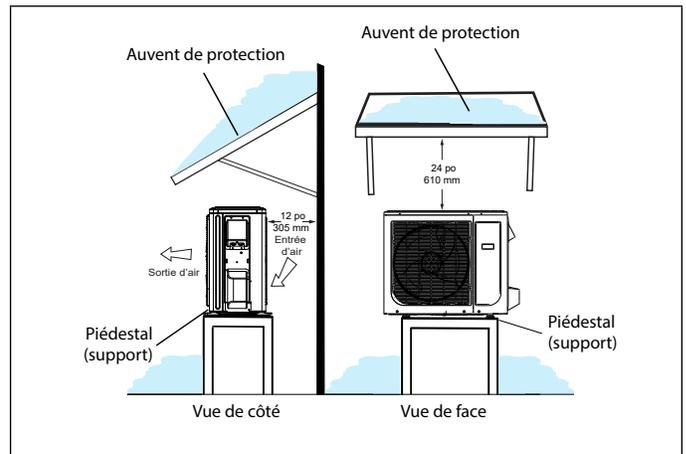
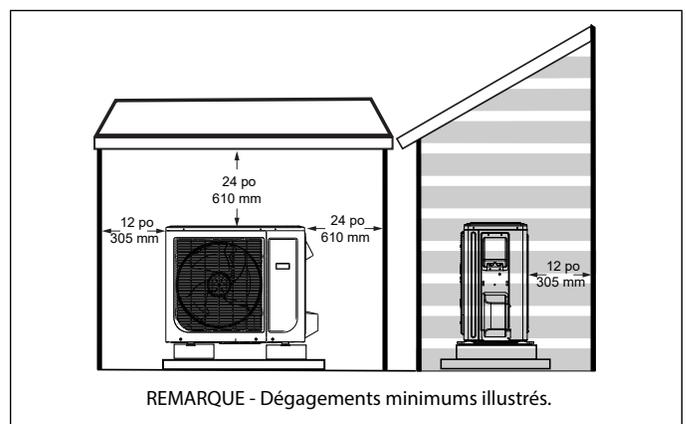

Figure 9. Unité extérieure sur piédestal et sous auvent de protection
Figure 14. Abri de style niche à chien
- Si l'unité extérieure peut être exposée de manière prolongée aux rayons directs du soleil et atteindre des températures dépassant 100 °F (38 °C), il est suggéré de construire un auvent comme illustré à la « Figure 9. Unité extérieure sur piédestal et sous auvent de protection » ou à la « Figure 14. Abri de style niche à chien » à la page 10.
- Installer l'unité à l'écart des porte-à-faux des toits pour empêcher l'eau ou la glace de tomber sur ou devant l'échangeur ou l'unité. Construire un auvent comme illustré à la « Figure 9. Unité extérieure sur piédestal et sous auvent de protection ».
- L'unité extérieure peut être installée dans un abri de style niche à chien comme illustré à la « Figure 14. Abri de style niche à chien ».